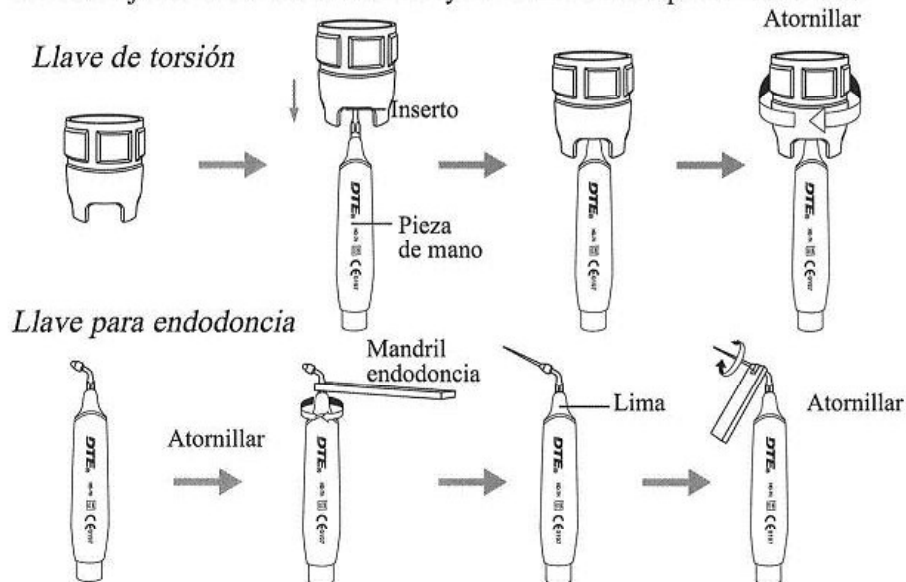

Figura 5
2.2 Función endodoncia (E)
- a) Fijar el mandril para endodoncias a la pieza mediante la llave para endodoncias. Atornillar al máximo. (Véase figura 5).
- e) Pulsar el interruptor de opción, cambiar a la función de endodoncia (E).